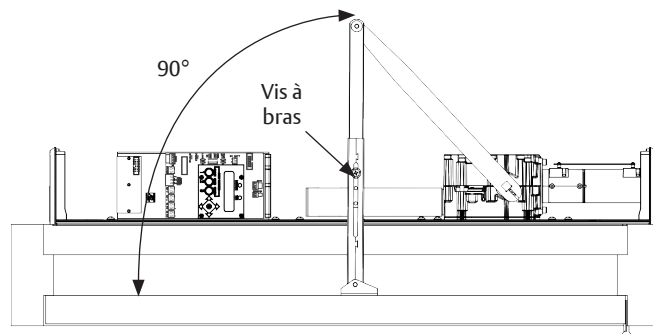

Figure 13 Vue : En regardant vers le haut depuis le sol
3. Avec la porte complètement fermée, tourner le bras principal vers le bord du loquet de la porte jusqu'à ce que le tube du bras soit à un angle de 90° par rapport à la porte (perpendiculaire). (Figure 13)
4. Utiliser la vis à bras fournie avec le bras principal pour fixer la tige au tube. (Figure 13)